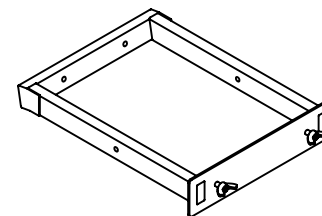

*Рисунок 3.9. Извлечение робота из ложемента*
7. Снимите два элемента ложемента с робота аккуратно потянув их в стороны (рис. 3.9).